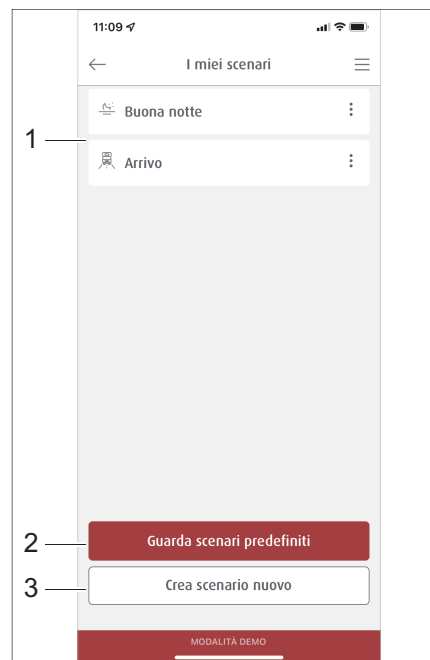

Fig. 303 Gestione degli scenari
Nell'area *Scenari* sono riportati tutti gli scenari memorizzati (Fig. 303,1). Scenari precostituiti (Fig. 303,2) possono essere visualizzati oppure essere creati ex novo (Fig. 303,3).
- Digitare nel menu *Scenari* il pulsante *Visualizzare scenari precostituiti* (Fig. 303,2).
I pulsanti degli scenari selezionati sono ora bordati di rosso e vengono acquisiti nella lista del menu *I miei scenari* (Fig. 303,1).